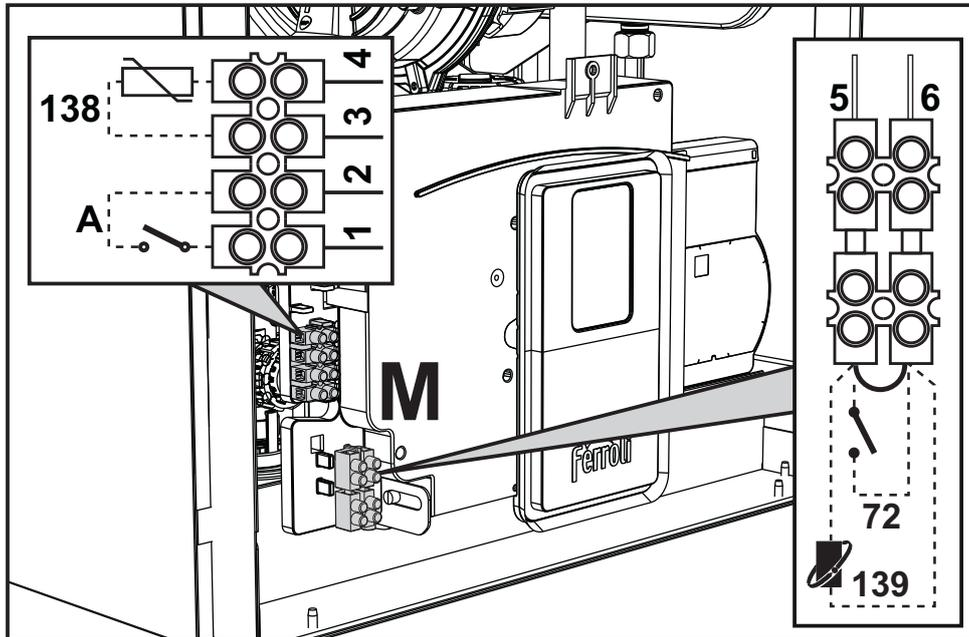

рис. 28
После снятия передней панели ("Открытие передней панели" на стр.35) можно получить доступ к клеммным колодкам (M) и предохранителю (F), следуя инструкциям, описанным ниже (и рис. 28). Клеммы, указанные в рис. 28, должны иметь чистые контакты (не 230 В). Расположение зажимов и их назначение показаны также на электрической схеме на рис. 63.
Конфигурация выключателя ON/OFF (А рис. 28)